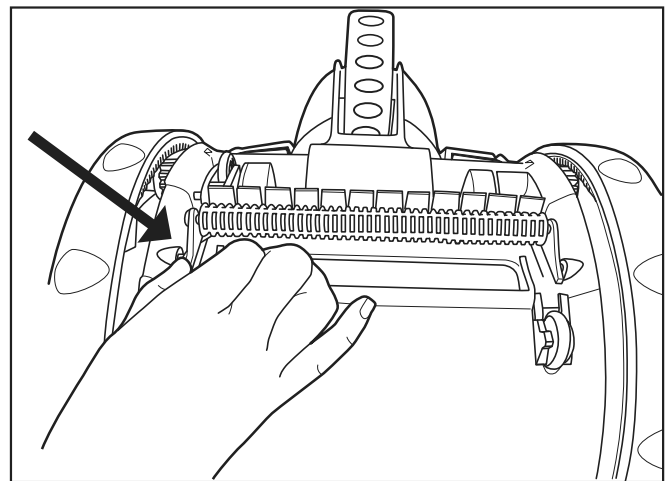

Figure 15. Pousser sur le bras du balai
1. Retourner le nettoyeur de manière à ce que vous ayez accès aux balais. Se référer à la Figure 15.
2. Pousser sur l'un des bras du balai pour retirer son arbre de la bague, tel qu'il est indiqué à la Figure 15.